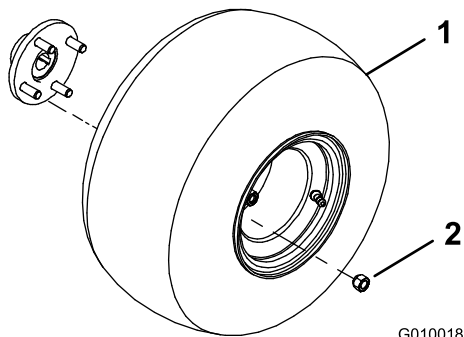

图3
- 将车轮总成安装到各个后轮轮毂图3。
- 安装车轮螺母图3并上紧扭矩至 6175N·m。